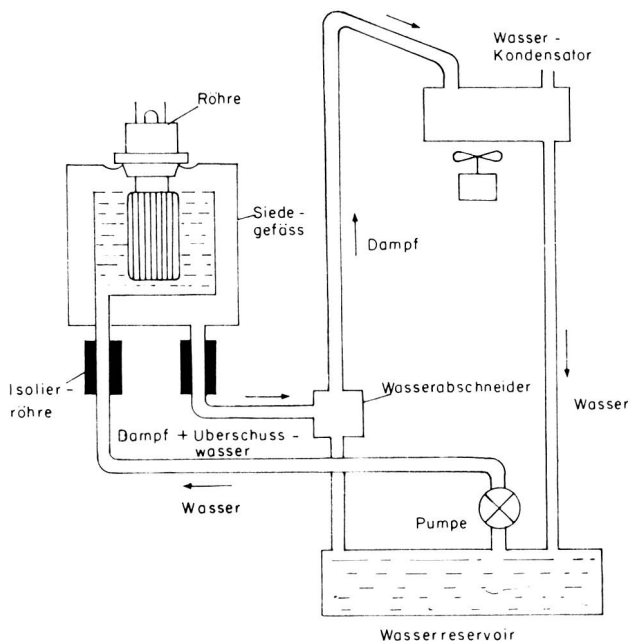

Fig. 7 Variante einer Siedekühlanlage, mit Wassereintritt und Dampfaustritt auf der unteren Seite des Gefäßes (nach AEG-Telefunken).
2. Siedegefäß mit Kondenswassereintritt und Dampfaustritt unten, Anode unten (Fig. 7).